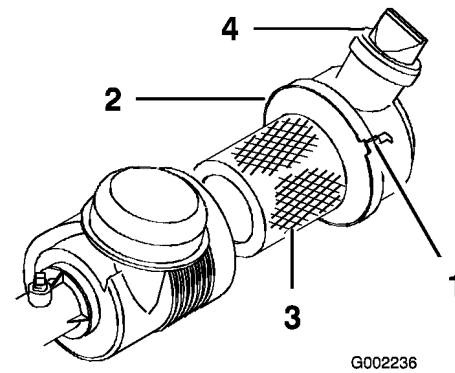

Bild 37
Prüfen Sie das Gehäuse des Luftfilters auf Schäden, die eventuell zu einem Luftleck führen könnten. Stellen Sie sicher, dass der Staubdeckel vollständig auf dem Luftfilter abgedichtet ist. Ersetzen Sie ein defektes Luftfiltergehäuse. Drücken Sie das Ventil (Bild 37) vor jedem Einsatz, um Staub und Rückstände zu entfernen. Warten Sie den Luftfilter alle 100 Stunden.
3. Lösen Sie den Luftfilterriemen, mit dem die Luftfilterabdeckung am Luftfiltergehäuse befestigt ist (Bild 37) und nehmen Sie die Abdeckung vom Gehäuse ab.
7. Befestigen Sie die Riemen (Bild 37).
4. Setzen Sie die Abdeckung auf, wobei das Ventil nach unten zeigen sollte, und befestigen Sie die Riemen (Bild 37).